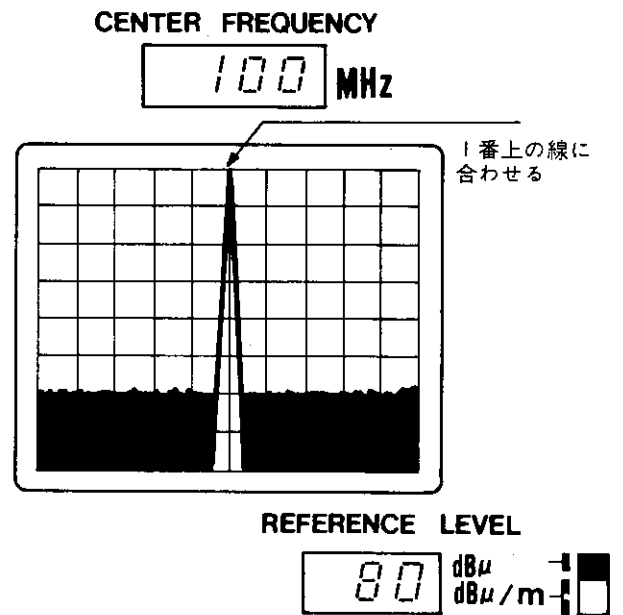

図3-5 縦軸のチェック
2. **IF GAIN-CAL.** のボリュームを回して、100MHz **CAL.** 信号を1番上の線に合わせます。(図3-5)